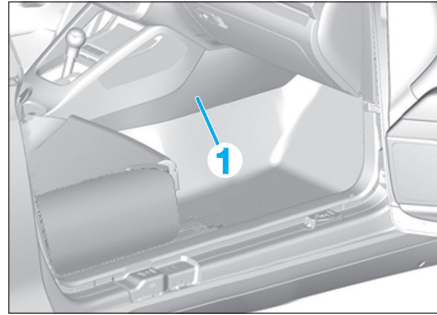

Fig. 31
- Déposer la garniture latérale inférieure maintenue par une vis (Fig.31).